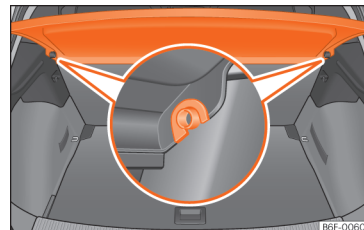

Fig. 110 Na bagageira: desmontar e montar a chapeleira.
- Desencaixe a chapeleira dos suportes laterais »» Fig. 110 puxando-a para cima e retire-a.
- Introduza a chapeleira horizontalmente fazendo coincidir a «fechadura» sobre o eixo dos suportes »» Fig. 110, e pressione para baixo até que encaixe.